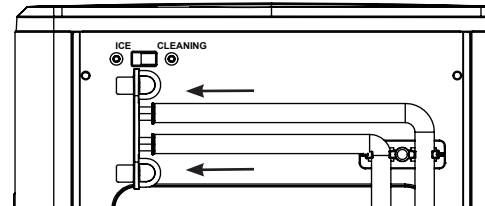

Figura 5
10. Desenganche la parte superior de las mangueras de drenaje en la parte posterior de la unidad. Ver figura 5.